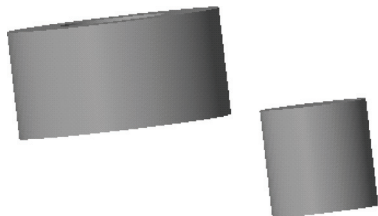

图 11-10 “距离”约束元件
STEP 10 单击“元件放置”选项卡中的“完成”按钮, 即可“距离”约束元件，效果如图 11-10 所示。